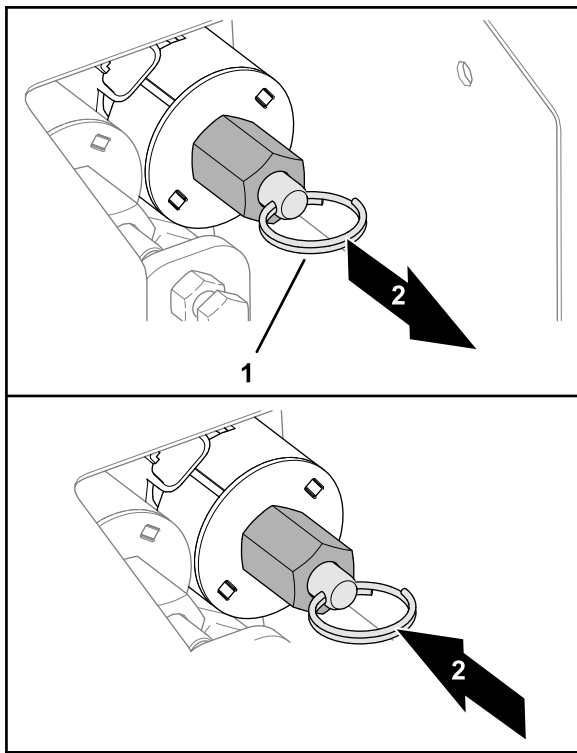

图 32
- 要降低料斗 (图 32) 请向上拉阀杆上的环。
- 要升起料斗图 32 请用力推阀杆上的开口环。